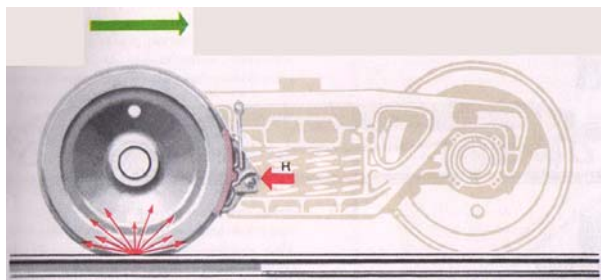

Рис. 5.1. Заклинивание колесной пары (ЮЗ)
- **тормозной силы** (которая напрямую зависит от коэффициента сцепления. Для вращения заторможенного колеса необходимо, чтобы максимальная тормозная сила не превышала максимальную силу сцепления колеса с рельсом, иначе колеса заклинятся и будут скользить по рельсам – процесс Юза (рис. 5.1.).
Последствием возникновения ЮЗа является – ползун рис. 5.1. (ровная площадка на внешней части обода колеса).